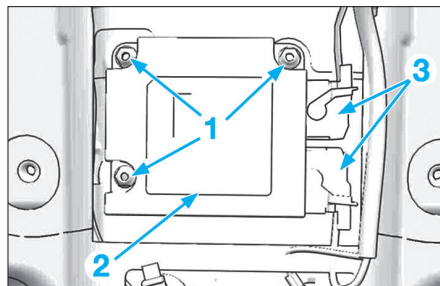

Fig. 28
- Déposer les écrous (1) (Fig.28).